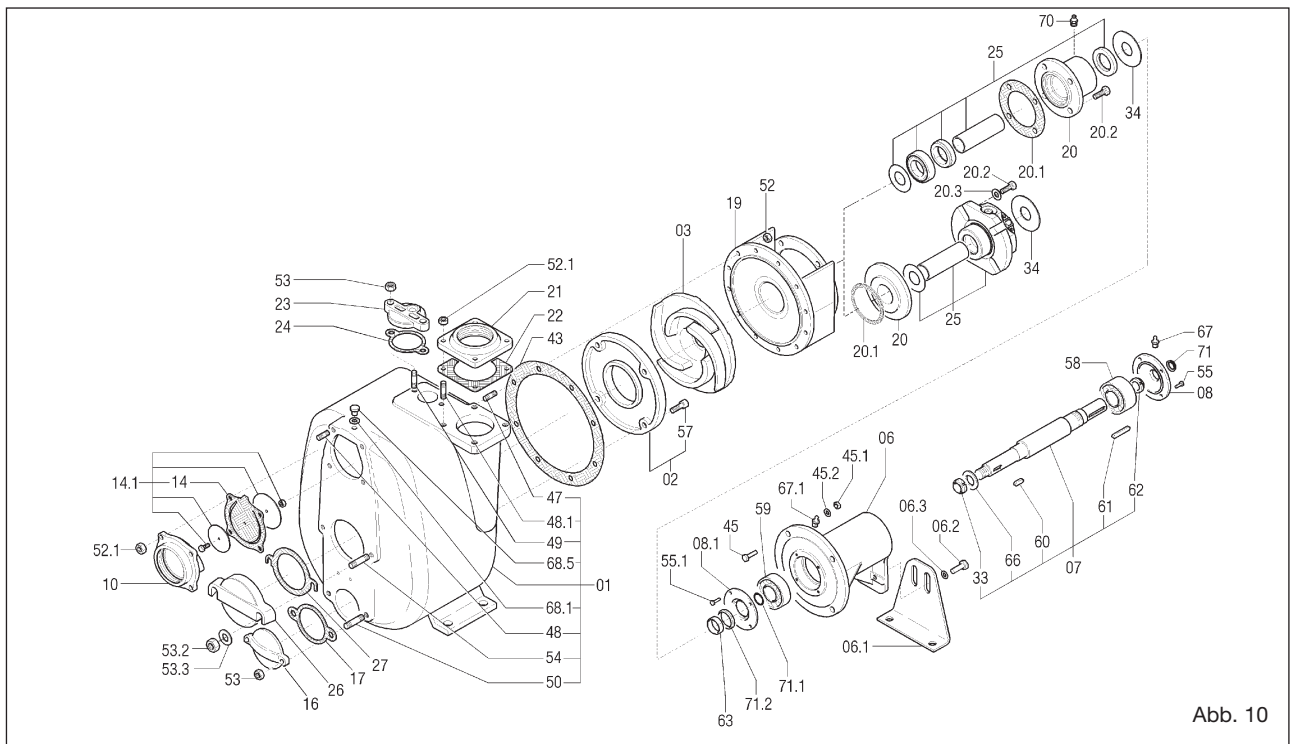

Abb. 10
Die Ansaugleitung muss einen Durchmesser aufweisen, der dem Durchmesser des Ansaugstutzens der Pumpe entspricht (für größere Durchmesser Varisco konsultieren). Falls möglich Kurven, Kniestücke oder Drosselungen vermeiden, die den Zufluss der Flüssigkeit zur Pumpe behindern können. kein Bodenventil montieren: Die Pumpe weist ein integriertes Rückschlagventil (14) (Abb. 10) auf. Die Pumpe so nahe wie möglich an der zu pumpenden Flüssigkeit installieren und wo möglich versuchen, die Länge der Ansaugleitung zu reduzieren. Die Anschlüsse der Ansaugleitungen müssen vollkommen luftdicht sein. Die Gewinde, die Dichtung der Flansche, die Schnellkupplungen usw. kontrollieren.
13.2 Ersetzung des Laufrades (Abb. 10)
- Die Muttern (52) lösen und den Pumpenkörper entfernen; dabei darauf achten, dass die Dichtung (43) nicht beschädigt wird.
- Das Laufrad (03) blockieren und die selbstblockierende Mutter (33) abschrauben.
- gegebenenfalls die Dichtung (43) ersetzen.
13.3 Ersetzung des Verschleißtellers (Abb. 10)
- Die Muttern (52) lösen und den Pumpenkörper entfernen; dabei darauf achten, dass die Dichtung (43) nicht beschädigt wird;
- Die Innensechskantschrauben (57) lösen
- Den Verschleißteller (02) ausbauen und ersetzen
- Gegebenenfalls die Dichtung (43) ersetzen
13.4 Ersetzung des Ventils (Abb. 10)
- die Ventilhalterung (10) herausnehmen
- den Ventilsitz der Ventilhalterung (10) reinigen und wieder einsetzen
13.5 Ersetzung der Dichtung vom Typ 1 - 2 - 3 (Bezug Abb. 10,11 und 12)
- die Muttern (52) lösen und den Pumpenkörper entfernen; dabei darauf achten, dass die Dichtung (43) nicht beschädigt wird.
- das Laufrad (03) blockieren und die selbstblockierende Mutter (33) entfernen.
- die Motorhalterung (19) herausnehmen. Zusammen wird automatisch auch der rotierende Teil der Dichtung (40) herausgenommen, der auf dem Distanzstück (31) montiert ist
- den Gegenflansch (39) mit der entsprechenden Dichtung (38) von der Motorhalterung abnehmen
- die Ölwanne (41) abbauen
13.6 Ersetzung der Dichtungen vom Typ 4 - 5 (Bezug Abb. 10, 13, 14, 15 und 16)
- Die Muttern (52) (Abb. 10) lösen und den Pumpenkörper entfernen; dabei darauf achten, dass die Dichtung (43) nicht beschädigt wird.
- Den Laufrad (03) blockieren und die selbstblockierende Mutter (33) abschrauben.
Dazu müssen die Abmessungen A und B der Abbildungen 17, 18, 20 und 21 möglichst gleich sein. Dazu werden die Kompensationsringe (25.2) (Abb. 11) verwendet, die mit der Ersatzdichtung geliefert werden. Diese Ringe dienen dazu, das Laufrad nach vorne zu schieben, wenn er sich zu weit vom vorderen Verschleißteller entfernt oder zu nahe am hinteren (falls vorgesehen) befindet. Die Kompensationsringe werden zwischen den Halterungsringen der Dichtung (25.1) (Abb. 11) und das Laufrad montiert. Weitere Anpassungen können mit den Dichtungen zwischen Körper und hinterem Teller vorgenommen werden. Das Zwischenlegen der Dichtung (43) (Abb. 10) mit einer Stärke von 0,5 mm bewirkt den erforderlichen Abstand (Abb. 19).
13.8 Wartung der Lager (Abb. 10)